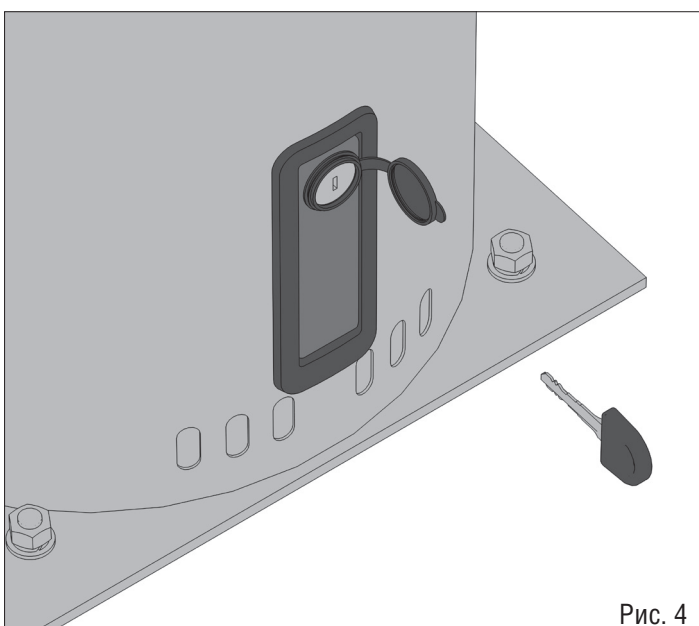

Рис. 4
1. Вставьте ключ в замок (рис. 4).